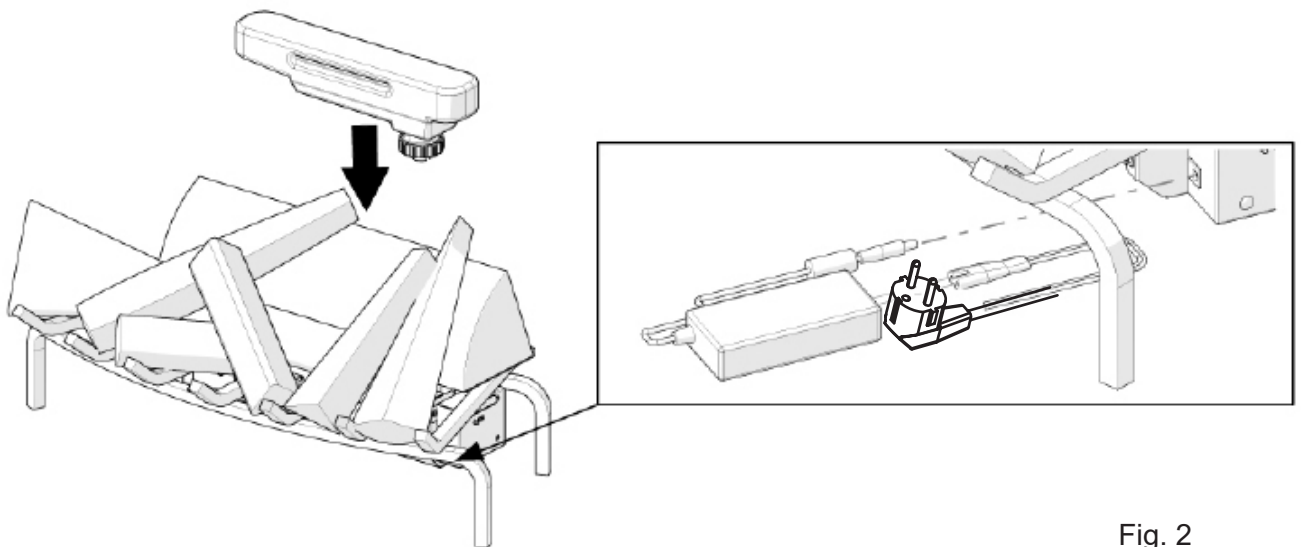

Fig. 2
3) Lichtnetadapter monteren (Afb. 2). Doe de lichtnetadapter in de voorkant van de kachel en doe vervolgens de stekker van de kachel in een stopcontact